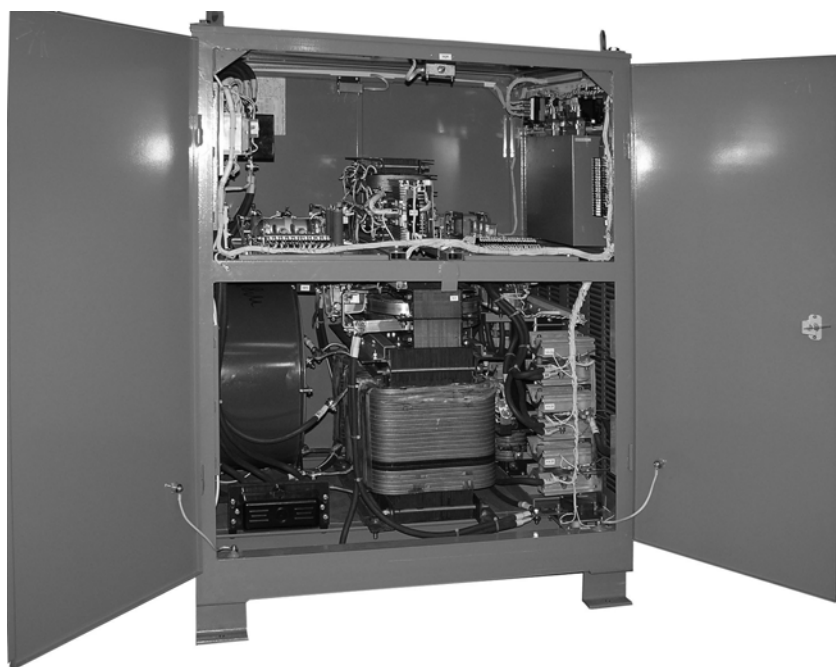

Рисунок 2
5.1. Источник питания установки, рисунок 2, смонтирован в стальном шкафу с четырьмя дверями и состоит из: